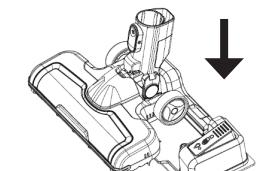

Fig. 1
- Se durante l'aspirazione si vuole fare anche la pulizia umida, mettere la turbospazzola dentro il contenitore per l'acqua (14) e spingere lievemente sino a sentire un lieve scatto (Fig. 1).